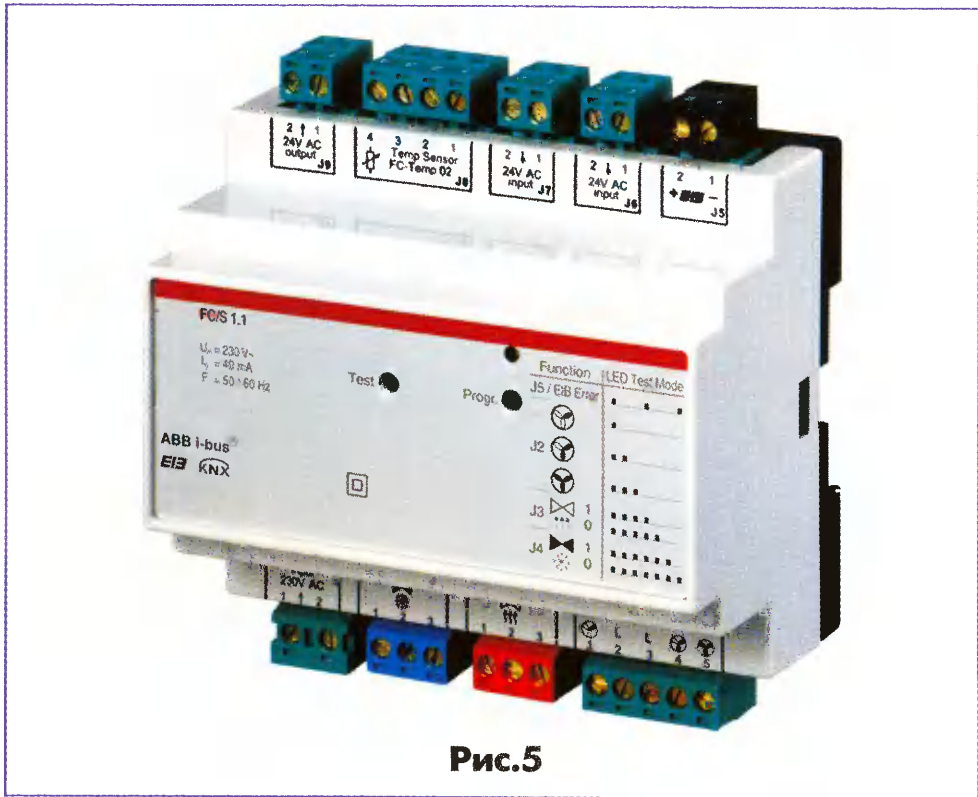

Рис.5
4. Контроллеры (рис.5). Эти приборы расширяют функциональные возможности системы. К примеру, контроллер фан-койла управляет двумя скоростями вентилятора и тремя клапанами. Создавать схему управления подобным устройством на базе реле было бы сложно, поэтому разработан моноблок и прикладная программа к нему. Есть и другие приборы (модули логики, программные модули и т.д.).